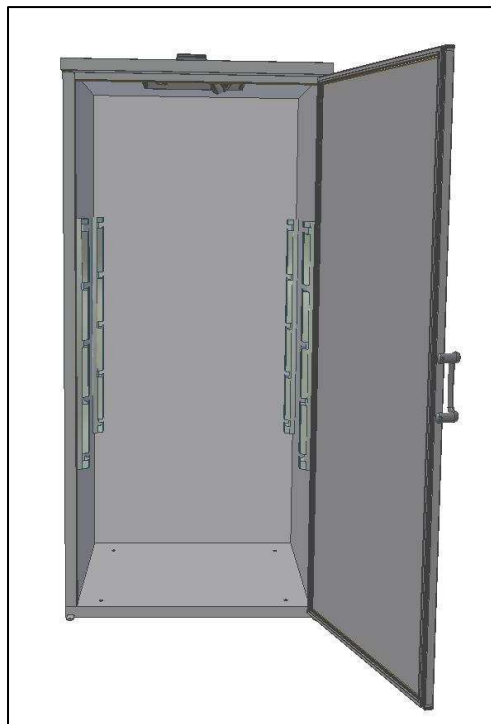

Fig. 13
- Collocare i **montanti** sui laterali, destro e sinistro, all'interno dell'armadio (Fig. 13);